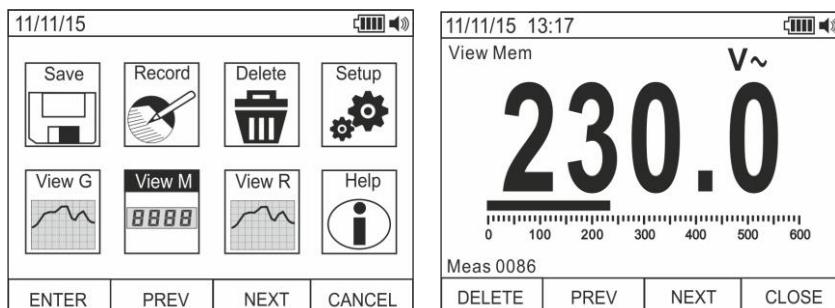

Fig. 19: Apresentação das medições (snapshots) no display
31. Usar os botões **F2** ou **F3** para selecionar o ícone “Ver (Vedi) M” e premir o botão **F1** (ver Fig. 19 – parte esquerda).
32. Usar os botões **F2 (ANTERIOR)** ou **F3 (SEGUINTE)** para selecionar e visualizar a medição pretendida entre as guardadas na memória do instrumento (ver Fig. 19 – parte direita). A referência da medição está presente na parte inferior direita do display